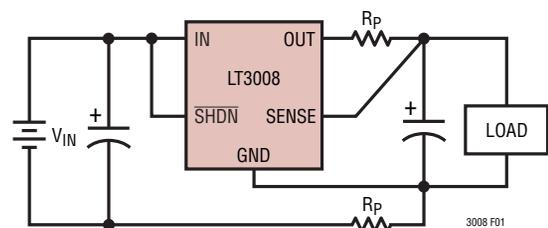

図1. ケルビン・センス接続
**SENSE (ピン7/ピン1) :** センス・ピン。LT3008の固定出力電圧バージョン(LT3008-1.2、LT3008-1.5、LT3008-1.8、LT3008-2.5、LT3008-3.3、LT3008-5)では、SENSEピンがエラー・アンプの入力になります。SENSEピンをレギュレータのOUTピンに接続すると、最適なレギュレーションが得られます。精度要求が厳しいアプリケーションの場合、レギュレータと負荷の間のPCトレース抵抗(RP)によって生じる小さな電圧降下は、図1(ケルビン・センス接続)に示すとおりSENSEピンを負荷の出力に接続すれば排除できます。外部PCトレースで生じる電圧降下が、レギュレータの損失電圧に追加されることに注意してください。SENSEピン・バイアス電流は公称定格出力電圧で1 $\mu$ Aです。このピンは(レギュレータの負荷が負電源に戻される両電源システムと同様に)出力をグランドよりも下に引き下げることが可能ですが、それでもデバイスを起動して動作させることができます。